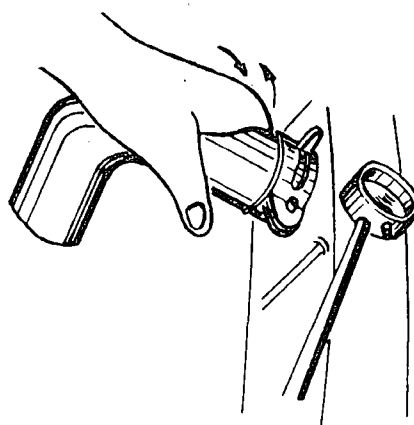

Fig. 4
- b) Remove the hoses (fig. 4).